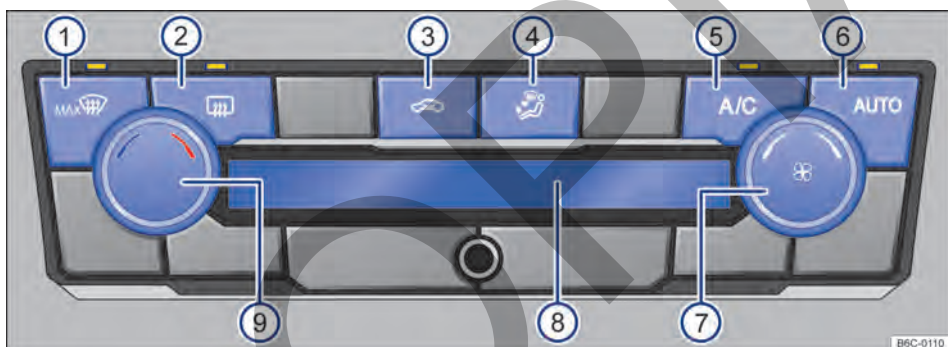

Fig. 82 Comandos del Climatronic.
- *Climatronic*: girar el regulador del ventilador a la izquierda hasta el tope → fig. 82 (7)
Con la tecla **AUTO** → fig. 82 (6) se puede encender el modo automático del Climatronic.
cambia manualmente o con el cambio de la distribución de aire mediante la tecla → fig. 82 (4) presionar.
- *Climatronic*: girar el regulador giratorio izquierdo → fig. 82 (9).
En el display del Climatronic → fig. 82 (8) se indica la temperatura ajustada. ▶
- *Climatronic*: girar el regulador del ventilador → fig. 82 (7).
- *Climatronic*: presionar la tecla → fig. 82 (4) a la posición deseada, la distribución seleccionada se indicará en el display (8).
- *Climatronic*: presionar la tecla  → fig. 82 (1).